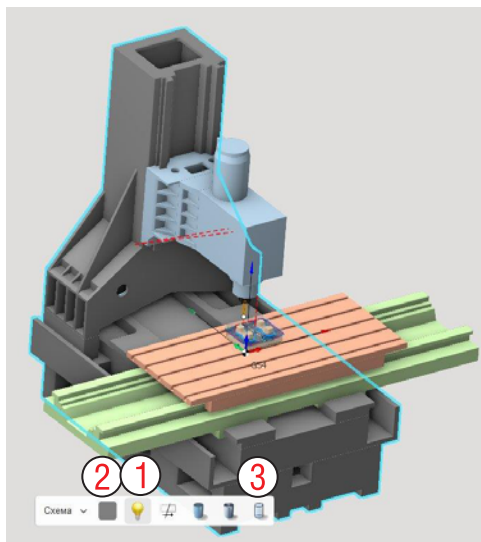

Рис. 9-11. Управление видимостью узлов станка.
Условный контур вокруг узла подсветится и появится меню управления видимостью (рис. 9-11). Часто используются кнопки **Видимость** (1), **Цвет** (2), **Прозрачность** (3).